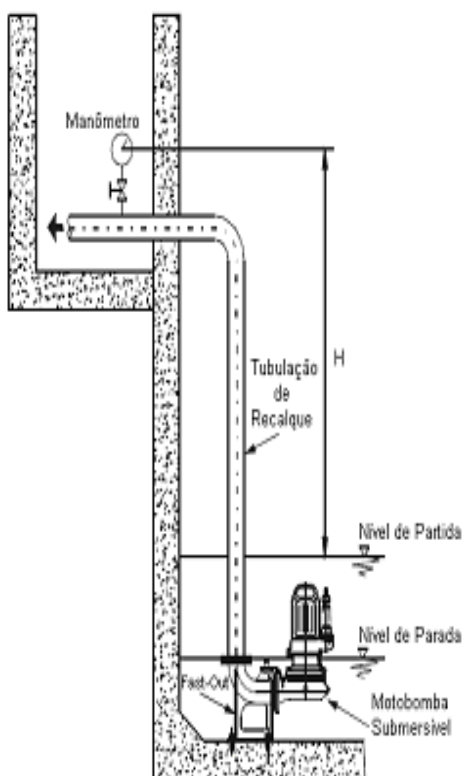

Fig3 – Instalação da motobomba
6. Instalar um manômetro na linha de recalque da motobomba. Anotar a altura (H) desde o manômetro até o nível da água em dois níveis: nível de partida (máximo) e nível de parada (mínimo) de acordo com a Fig3. O tempo para
- O nível de líquido de parada da motobomba, **sempre** deverá estar acima do motor. Pode-se ter o nível de parada junto a base do motor, desde que este tempo não exceda 15 min até atingi-lo, conforme Fig3;